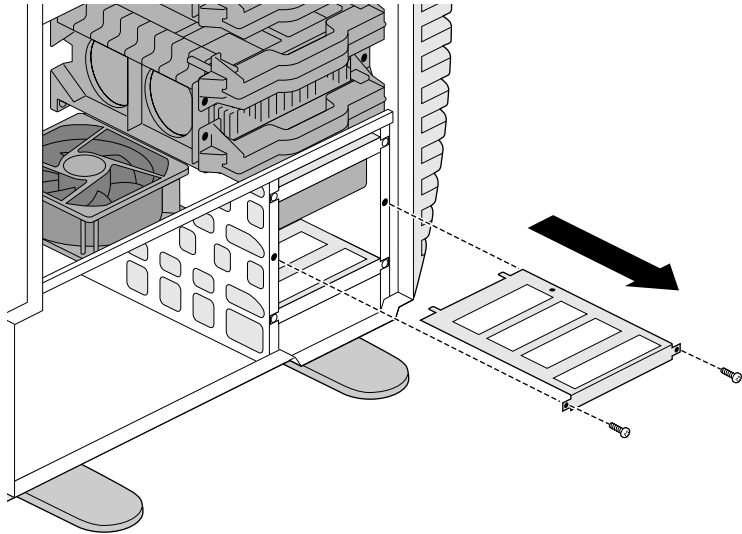

Abbildung 4-15 Abnehmen einer Laufwerkshalterung
5. Entfernen Sie an einem freien Laufwerkseinschub mit einem Kreuzschraubendreher die zwei Schrauben, mit denen die Laufwerkshalterung am Gehäuse befestigt ist, und ziehen Sie die Halterung heraus. Siehe Abbildung 4-15.